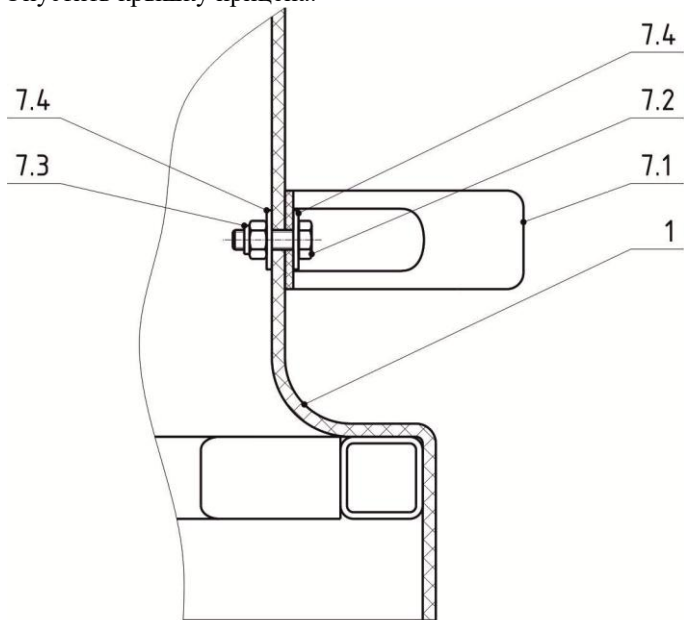

Рисунок 4.
23. В отверстия, на задней стенке крышки установить в соответствующем порядке (рис. 4) болты 7.2, шайбы 7.4, ручку 7.1 с одной стороны и шайбы 7.4, гайки 7.3 с другой стороны крышки.